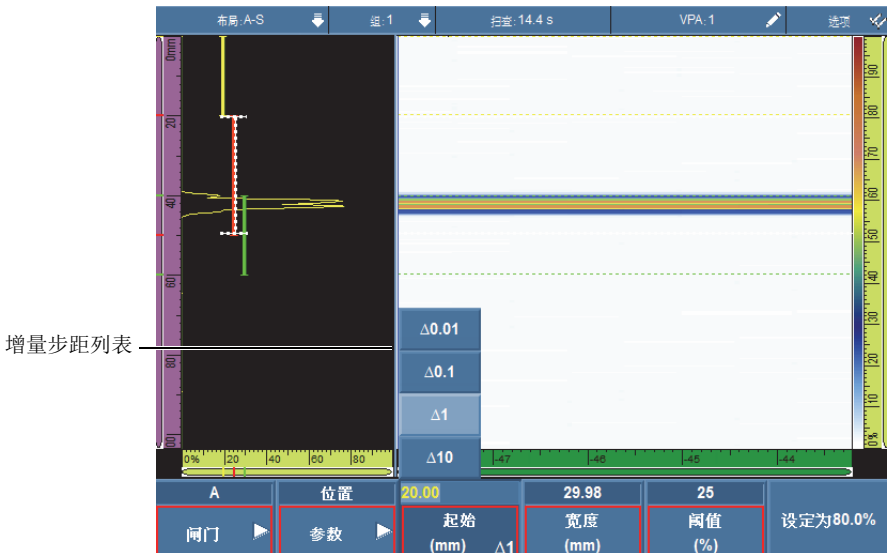
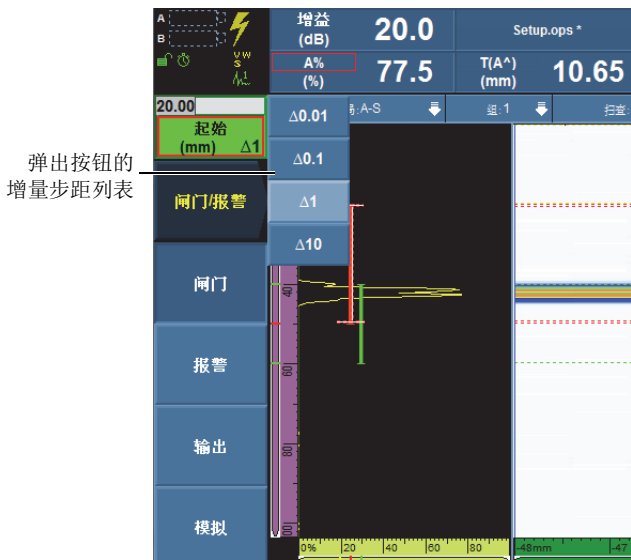

图 2 参数增量步距列表
图 3 弹出按钮的增量步距列表
- 要改变某个参数的数字式增量 / 减量步距值 ( $\Delta$ )，需点击一下这个参数，激活编辑模式，再使用鼠标右键点击这个数字参数，然后从出现的列表中选择所需的增量步距（参见第 3 页的图 2）。弹出按钮也带有增量步距列表（参见第 4 页的图 3）。